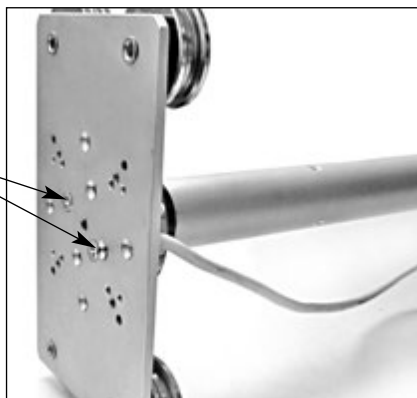

Рис.2.3 Крепление двигателей "Nice" серий Neo MN и Neo LH.
- серии Neo MN крепятся к каретке при помощи двух винтов М6х20 с потайной головкой. Для крепления завести винты с обратной стороны каретки (рис.2.3);